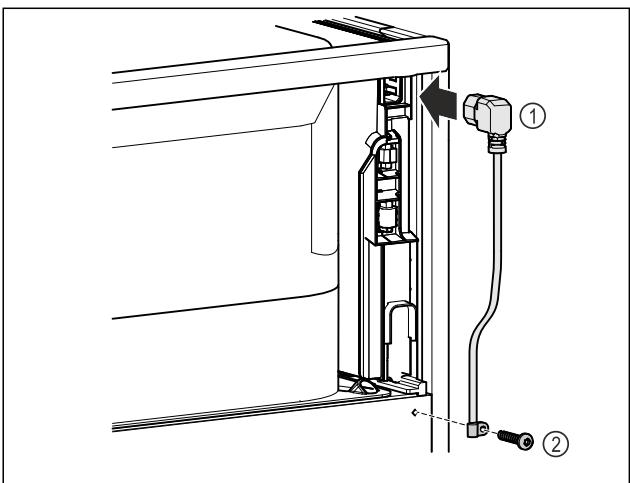

Fig. 9
- ▶ Futni spinën e pajisjes ftohëse të kordonit të lidhjes elektrike Fig. 9 (1) në pjesën e pasme të pajisjes.
- ▶ Montoni fiksuesin e kabllos. Fig. 9 (2)